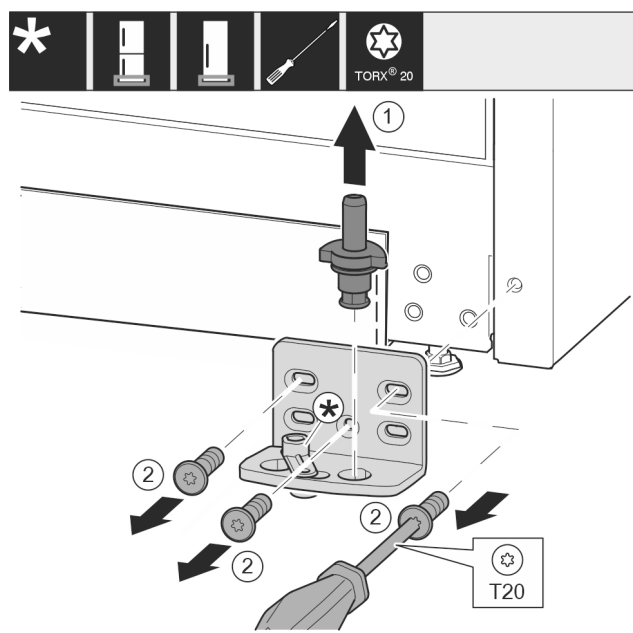

Fig. 13
- ▶ 将轴承螺栓完全向上拉出。 Fig. 13 (1)
- ▶ 用 T20 螺丝刀将螺钉旋出并取下托架。 Fig. 13 (2)